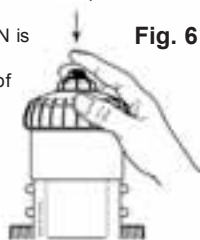

Fig. 6
- Druk de ontluichtknop boven op de DOSATRON in (fig.6)